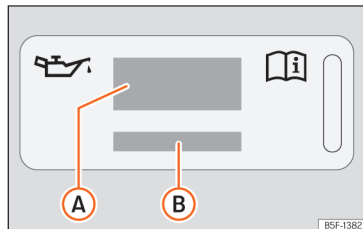
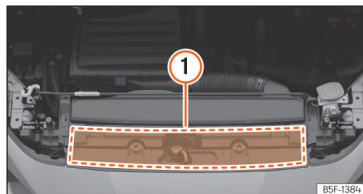

Fig. 184 No compartimento do motor: etiqueta de óleo do motor
Fig. 185 No compartimento do motor: zona de localização da etiqueta de óleo do motor
Legenda da >>> **Fig. 184:**
Se tiver de adicionar óleo do motor, utilize um dos óleos indicados na etiqueta >>> **Fig. 184**. A etiqueta com a norma prescrita encontra-se na parte da frente do compartimento do motor >>> **Fig. 185** ①. Se utilizar o óleo do motor recomendado, é possível corrigir o nível do enchimento tantas vezes quantas forem necessárias.
- Se faltar a etiqueta com a especificação do óleo do motor >>> Fig. 184, contacte uma oficina especializada.